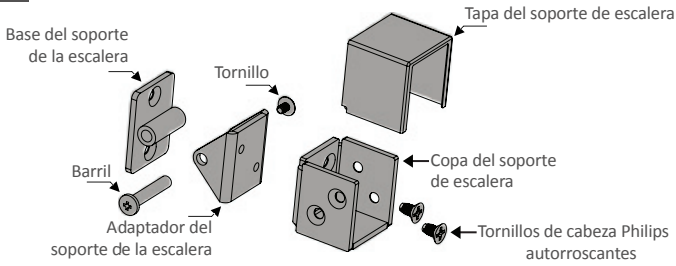

Fig. 4
4. Coloque la base del soporte UB-05 sobre la marca anterior en el borde superior. Centre la base en el poste y marque con lápiz la ubicación de los agujeros para los dos tornillos. Como se muestra en la Fig. 4 a continuación.
6. Apriete el barril y el tornillo. Como se muestra en la Fig. 4 a continuación.
7. Marque con lápiz la posición del borde superior del soporte en el poste. Como se muestra en la Fig. 4.
6. Apriete el barril y el tornillo. Como se muestra en la Fig. 4.